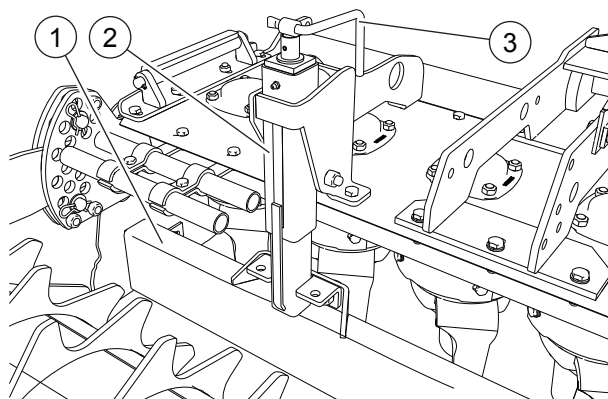

FIG. 35
Per livellare e sminuzzare ulteriormente il terreno, la macchina è dotata di una barra livellatrice (1, "Fig. 35") posizionata dietro agli utensili e regolabili in altezza tramite le viti a manovella (2). È consigliabile iniziare il lavoro con la barra livellatrice in posizione alta. Regolare successivamente la posizione della barra ruotando la manovella (3) fino a raggiungere la posizione desiderata. Effettuare le regola-